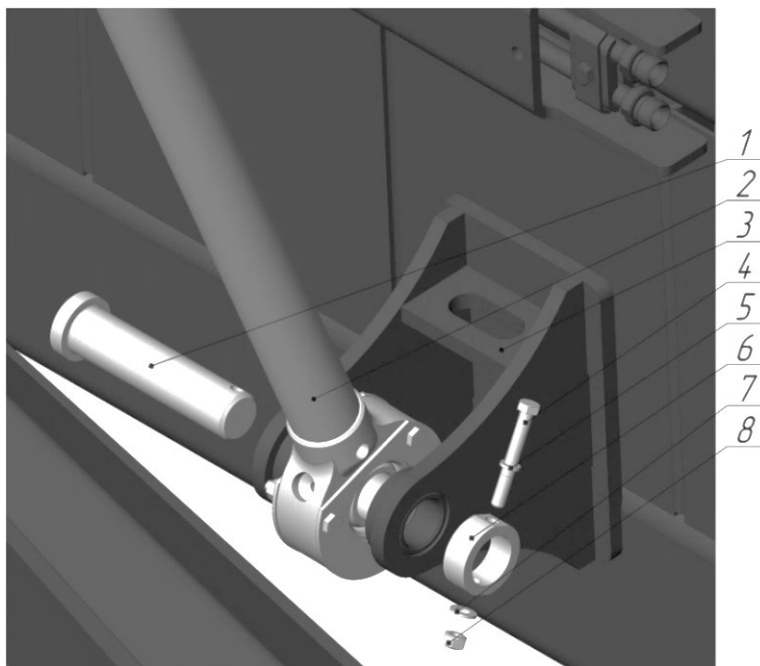

Рисунок 3.110. Гидроцилиндр подъема (опускания) отвала
3.5.6. Монтаж гидроцилиндров подъема (опускания) отвала (рис. 3.110)